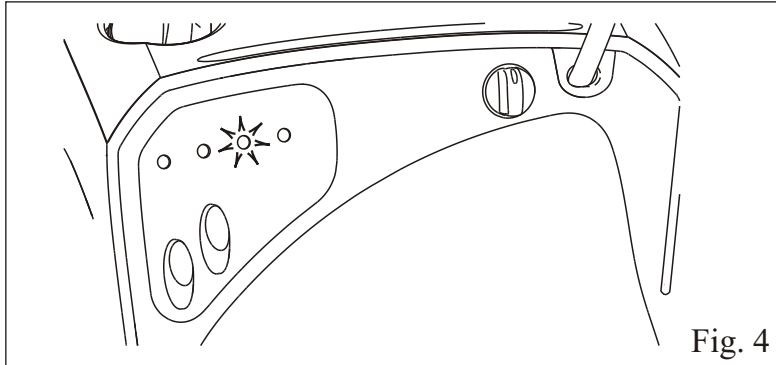

Fig. 4
8. Empezar a planchar cuando se ilumine el piloto indicador vapor a punto. Este piloto se va encendiendo y apagando durante el planchado. (Fig.4)